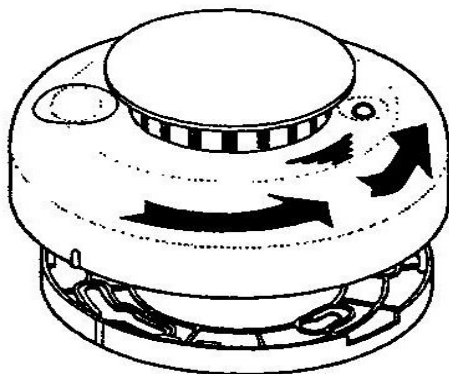

Figura 20. Como retirar el detector de la base
1. Separe la base de montaje del detector; para ello sujete la base y gire el sensor hacia la izquierda. El detector saldrá de la base. Ver Figura 20.